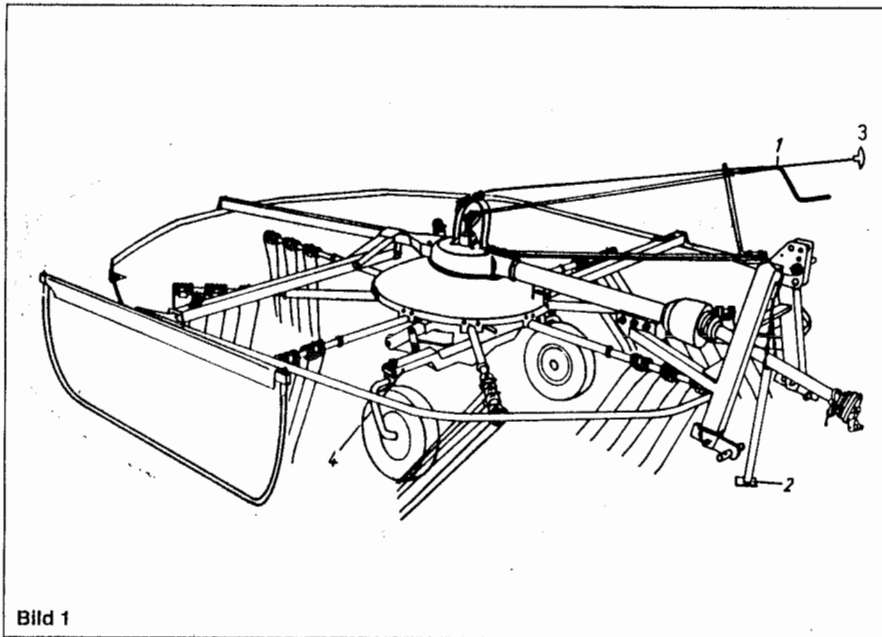

Bild 1
Die Schwader sind für Heckanbau normal sowie Heckanbau-Rückwärtsfahren und Frontanbau mit Zusatzgetriebe und Gelenkwelle für beide Drehrichtungen (Sonderzubehör siehe Tabelle Seite 7) geeignet. Mit der Handkurbel (Bild 1, Pos. 1) wird die Zinkenhöhe stufenlos eingestellt. Zur Erzielung einer sauberen Recharbeit ist darauf zu achten, daß die Maschine durch Verstellung des Oberlenkers parallel zum Boden steht.
Les turboandaineurs sont appropriés pour le montage arrière standard ainsi que pour le montage arrière en marche arrière, et montage frontal avec boîte de vitesses supplémentaire et arbre à cardans pour les deux sens de rotation (accessoires supplémentaires, voir tableau, page 7). La hauteur des dents est réglée progressivement à l'aide d'une manivelle (Fig. 1, rep. 1). Afin d'assurer que le sol soit râtelé nettement, il faut veiller à ce que la machine soit placée en position parallèle par rapport au sol en réglant le bras de guidage supérieur.
De zwadmachines zijn geschikt voor aanbouw aan de achterkant normaal alsmede aanbouw aan de achterkant bij achteruitrijden en aanbouw aan de voorkant met extra aandrijving en scharnieras voor beide draairichtingen (speciaal toebehoren zie tabel blad 7). Met de handkruk (afb. 1, pos. 1) wordt de tandhoogte traploos ingesteld. Om een zuivere harkbeweging te bereiken, dient men erop te letten, dat de machine door het verstellen van het bovenste scharnierpunt parallel met de bodem staat.
Avläggarna lämpar sig för normal bakmontering samt för bakmonterings vid backning och frontmontering med extra växel och kraftöverföringsaxel för båda vridriktningarna (extra-utrustning, se tabell sid. 7). Räfsarmens höjd ställs in steglöst med veven (bild 1, pos. 1). Maskinen skall med den övre styrarmen ställas in parallellt med marken, så att den arbetar ordentligt.
Bei Heckanbau für Rückwärtsfahrt wird die Kurvenscheibe bei abgesetzter Maschine durch Ausrasten der Verriegelung um 180° gedreht. Dazu muß bei langsamlaufender Maschine das Seil (Bild 1, Pos. 3) kurz angezogen und sofort wieder losgelassen werden.
Nach dem Arbeiten wird die Maschine auf der Stütze (Bild 1, Pos. 2) abgestellt und die Gelenkwelle an der Kette des Dreipunktbockes aufgehängt.
Zum leichten Rangieren am Hof Schwenkräder nach vorne schwenken und mit Steckern arretieren. Beim Arbeiten Stecker entfernen und in die danebenbefindlichen Löcher stecken (Bild 1, Pos. 4), damit die Räder beim Kurvenfahren frei schwenken können.
Pour le montage arrière en marche arrière, la came est tournée par 180° en dégageant le blocage pendant que la machine est déposée au sol. A ce but il faut tirer brièvement le câble (Fig. 1, rep. 3) et le relâcher tout de suite tant que la machine fonctionne lentement.
Après le travail on place la machine (Fig. 1, rep. 2) sur le support et accroche l'arbre à cardans à la chaîne du trois-points.
Afin de faciliter la manoeuvre dans la cour, pivoter les roues pivotantes vers l'avant et les bloquer à l'aide de goupilles. Lors du travail, déposer les goupilles et les placer dans les alésages (Fig. 1, rep. 4) prévus à côté, afin de permettre le pivotement libre des roues lors de la marche en virages.
When being rear-mounted for reversing, the cam disc is turned through 180° - machine placed on the ground - by releasing of the lock. To do so, pull the rope (Fig. 1 item 3) briefly and release it immediately afterwards while the machine is operating slowly.
After the work is finished, place the machine (Fig. 1, item 2) on the support and fix the propeller shaft to the chain of the three-points headrack.
To facilitate manoeuvring in a yard, pivot the pivoting wheels forward and lock them using plugs. When working, remove the plugs and place them in the bores provided next to them (Fig. 1, item 4), so as to allow free pivoting of the wheels during driving in bends.
Bij aanbouw aan de achterkant, terwijl de rijrichting naar achteren is, wordt de kurveschijf bij neergezette machine 180° gedraaid, door de vergrendeling los te draaien. Daartoe moet bij langzaam draaiende machine de kabel (afb. 1, pos. 3) kort aangetrokken en meteen weer losgelaten worden.
Nadat er gewerkt is, wordt de machine op het steunpunt neergezet (afb. 1, Pos. 2) en de scharnieras aan de ketting van de driepuntsbok opgehangen.
Om op het erf gemakkelijk te kunnen rangeren, zwaaiwielen naar voren draaien en met steekpennen blokkeren. Als er gewerkt wordt, steekpennen verwijderen en in de daarnaast aanwezige gaten steken (afb. 1, pos. 4), zodat de wielen bij het maken van bochten vrij kunnen zwenken.
Vid bakmontering för backning vrids kurvskivan 180° med maskinen nedsänkt genom att låsningen öppnas. Därvid måste linan (bild 1, pos. 3) sträckas kort och därefter genast åter släppas.
Efter avslutat arbete skall maskinen ställas upp på stödet (bild 1, pos. 2) och kraftöverföringsaxeln hängas upp i trepunktbäckens kedja.
För att lätt kunna transportera maskinen på gården skall svänghjulen svängas framåt och låsas med pinnbultarna. Vid arbete skall pinnbultarna tas bort och stickas in i hålen vid sidan om (bild 1, pos. 4), så att hjulen kan svänga fritt vid kurvkörning.
Günstige Montage, wenn der Zinkenarm ca. 25 cm vor dem linken bzw. beim TS 315 RDF* vor dem rechten Lauftrad, und die Kurvenscheibe in Arbeitsstellung "gezogener Schwader" steht (siehe Bild 1).
Querträger, hinteren Tragarm, Schutzbügel und Schwadformer so montieren, wie aus Bild 1 ersichtlich. * TS 325RDF
Le montage est facile à effectuer si le bras de dents se trouve 25 mm env. devant la roue de gauche, ou - en cas du TS 315 RDF* devant la roue de droite, et que la came se trouve en position de travail "turboandaineur remorqué" (voir Fig. 1).
Monter la traverse, le bras de support arrière, l'étrier de protection e l'outil andaineur de la manière démontrée à la Fig. 1. * TS 325RDF
Mounting is facilitated when the tine arm is placed approx. 25 cm in front of the left track wheel, or, in case of the TS 315 RDF* in front of the right track wheel, and when the cam disc is placed in working position "trailed windrower". (Refer to. Fig. 1).
Mount crossbars, protective guard, guard and swath forming tool as described by Fig. 1.